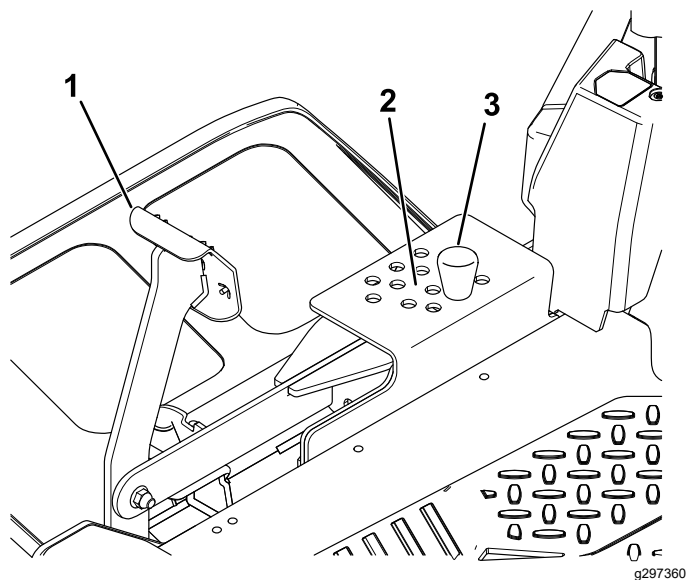

Figura 36
2. Pentru a efectua regula, îndepărtați tiftul din consola pentru înălțimea de tăiere (Figura 36).
3. Selectați un orificiu din cadrul sistemului pentru înălțimea de tăiere, corespunzător înălțimii de tăiere dorite, apoi introduceți tiftul (Figura 36).